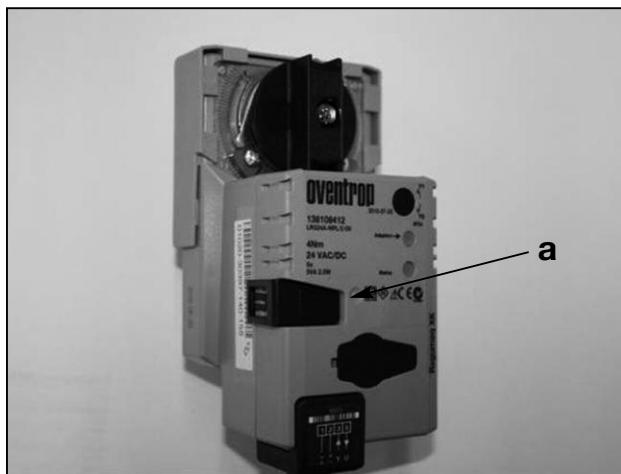

Bild 4: Quittiertaste
- Durch Drücken der Quittiertaste **a** ist der Stellmotor ausgekuppelt, in dieser Position ist Verstellung des Antriebes von Hand möglich, siehe Bild 4.